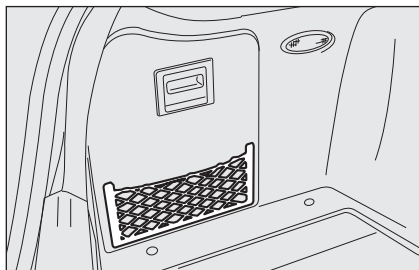

fig. 13
- **fig. 13** - version dotée de volet latéral (pour versions/marchés, où il est prévu)